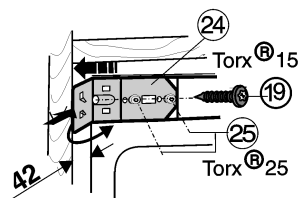

Fig. 21
- ▶ Montagevinklen Fig. 21 (24) skrues fast Fig. 21 (19) på møbelvæggen.
- ▶ Vinklen skubbes mod møbelvæggen og skrue Fig. 21 (25) spændes fast.